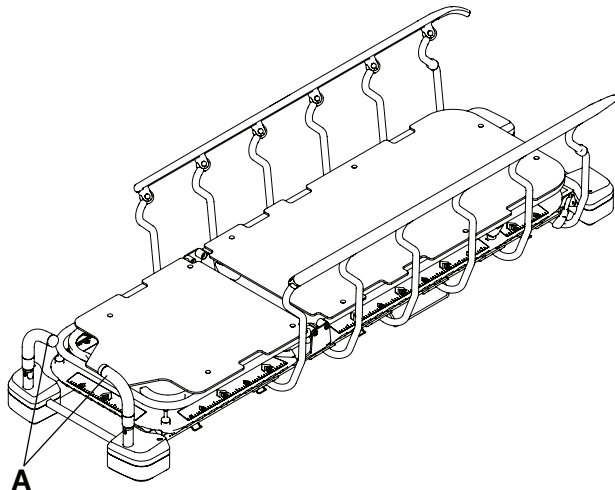

図7-頭側端部プッシュハンドルの位置調整
2. 頭側端部プッシュハンドル (A) を使用位置まで回転させます (図7)。